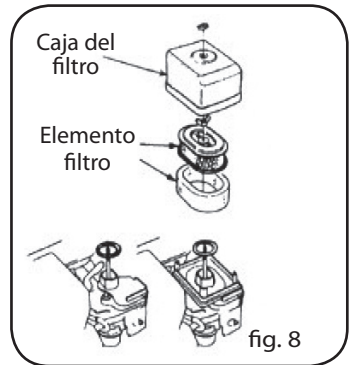

fig. 8
1. FILTRO DE DOBLE ELEMENTO (Fig. 8)